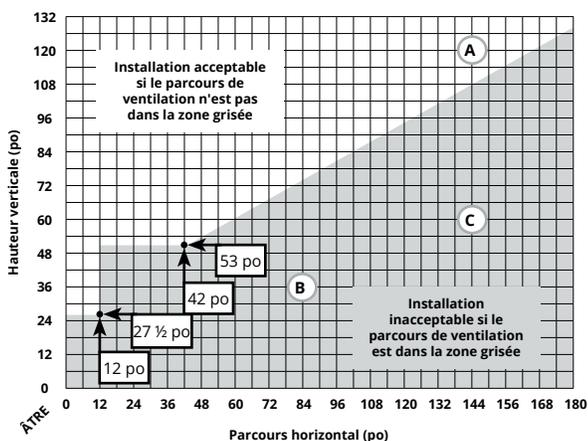

Figure 11. PL42DF * Graphique du système de ventilation au gaz naturel ou au propane avec évént arrière et chapeaux muraux
Mesurez la hauteur verticale depuis l'âtre du foyer vers le centre du chapeau et le parcours horizontal depuis le col du conduit du foyer jusqu'à la bride murale du chapeau. Tracez le graphique du système de ventilation avec un « X » sur la figure 11 ou 11.b.
- Les parcours de ventilation doivent respecter les limites indiquées dans les graphiques du système de ventilation (voir les figures 11 ou 11.b).
Figure 11.b Parcours droit, évént arrière, chapeau mural. Le parcours de ventilation doit être conforme au graphique du système de ventilation avec évént arrière et chapeaux muraux (figure 11). REMARQUE : L'option d'évént arrière passant directement dans le mur est offerte pour les foyers au Gaz Naturel seulement.
Figure 11.c Installation d'un système de ventilation à plusieurs coudes avec évént arrière et chapeau mural. Le parcours de ventilation doit être conforme au graphique du système de ventilation avec évént arrière et chapeaux muraux (figure 11.b).